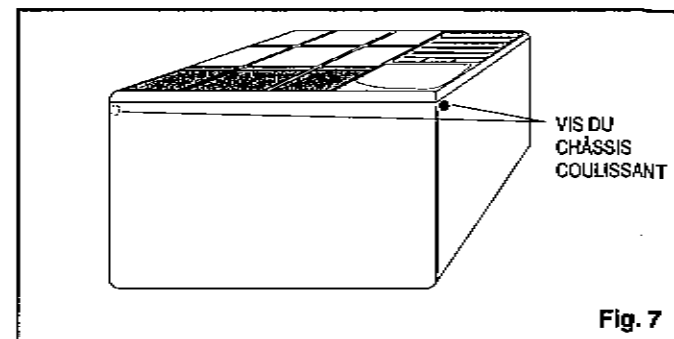

Fig. 7
5. Pour compléter l'installation de tous les modèles Remette, en le glissant avec soin, le climatiseur à l'intérieur du caisson (dans la fenêtre). (Veuillez demander de l'aide pour cette étape) Réinstallez les vis de sécurité (châssis coulissant) sur le côté (en bas, à gauche et à droite) du caisson. Fig. 7.